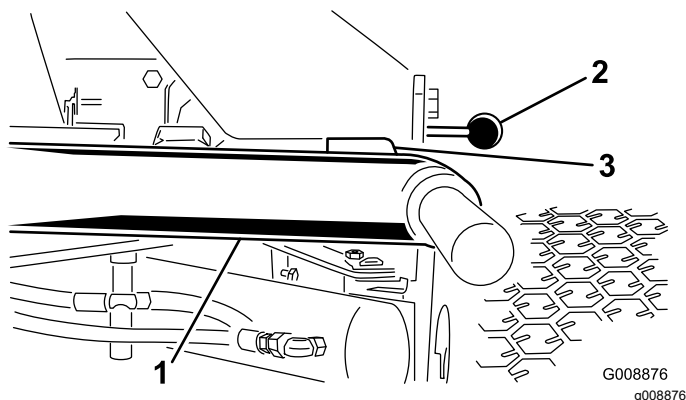

Figura 11
1. Avviate il motore, sollevate gli apparati di taglio e verificate che il gioco tra ogni braccio di sollevamento e la staffa della piastra di appoggio sia di 5–8 mm (**Figura 11**).